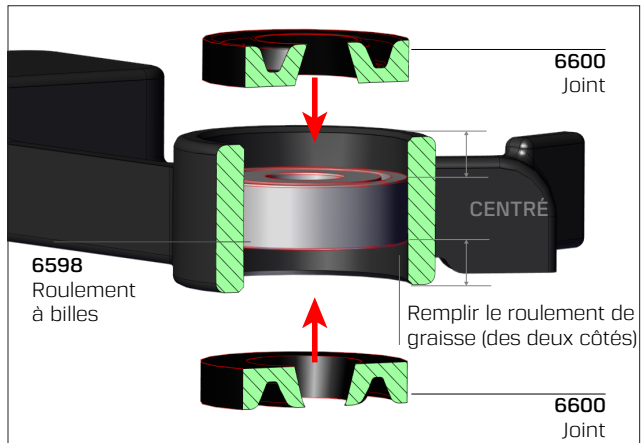

Fig. 11.
- Positionnez le nouveau joint n° 6600 sur l'alésage (côté plat vers le roulement) comme indiqué sur la Fig. 11. Placez une cale plate de métal lisse ou de bois sur le dessus